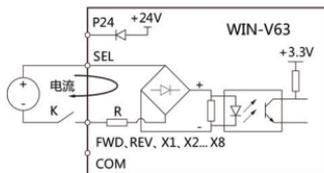

图 3-22 使用外部电源时输入干接点信号接线示意图
②使用外部电源，接线方式如图 3-22 所示。（注意去除 SEL 与 P24 端子间的短路片）